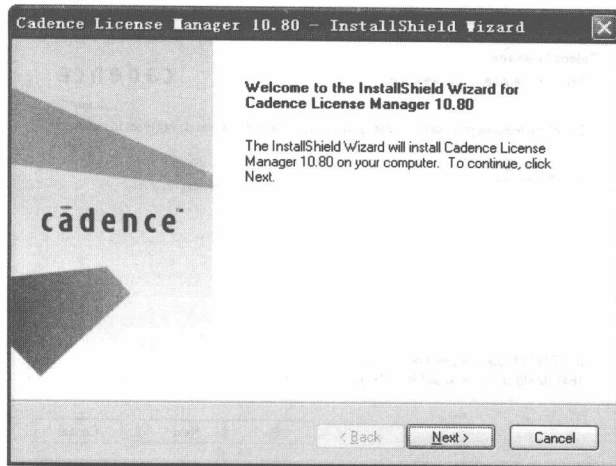

图 1-3 安装向导窗口
② 点击“License Manager (许可管理器)”, 弹出安装向导的欢迎窗口。如图 1-3 所示。